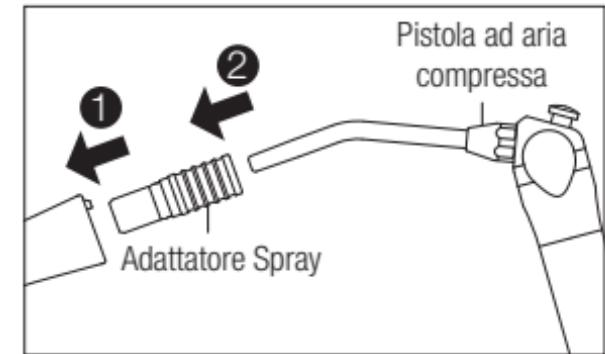

Fig. 8
- 3) Inserire l'adattatore spray nella parte posteriore del manipolo fino ad udire un "click" (Fig. 8 ①).
- 4) Inserire l'estremità di una pistola ad aria compressa nell'adattatore. Soffiare aria per almeno 30 secondi in modo da espellere l'olio in eccesso all'interno del manipolo (Fig. 8 ②).